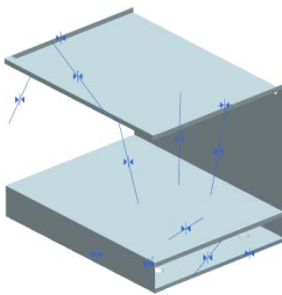

图 11-278 安装箱体底板
(5) 在“装配约束”对话框中，单击  按钮，安装箱体底板，如图 11-278 所示。